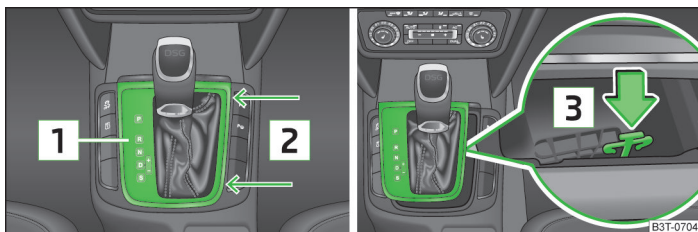

Abb. 197 Wählhebel-Notentriegelung
- › Die Abdeckung **1** im Bereich der Pfeile **2** » Abb. 197 fassen und vorsichtig nach oben ziehen.